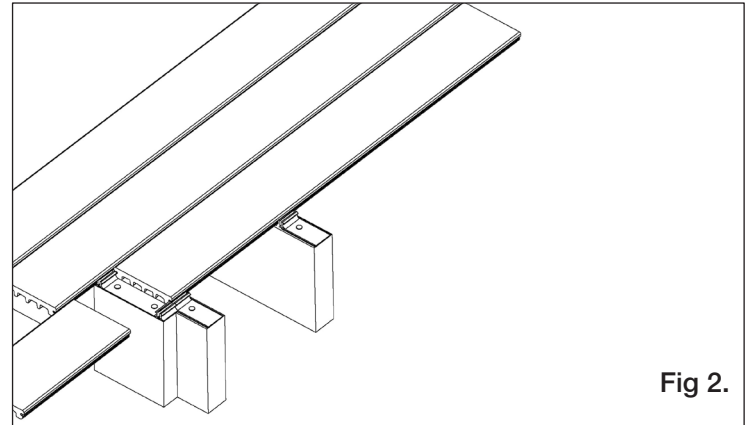

Fig 2.
2. Le partage de bandes de fixation dissimulée entre deux planches n'est PAS permis. S'il s'agit d'éléments de charpente supplémentaires où il y a des joints d'about, il faut alors couper une bande de fixation dissimulée pour accueillir chaque planche et la fixer séparément aux éléments de charpente supplémentaires (Fig. 2).